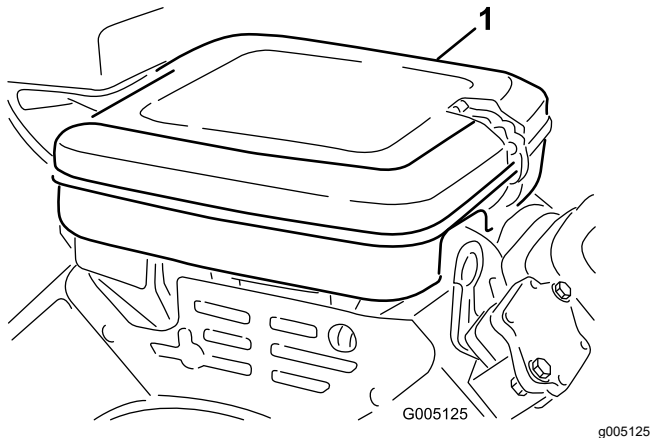

Figure 30
1. Limpie la cubierta del limpiador de aire (Figure 30).